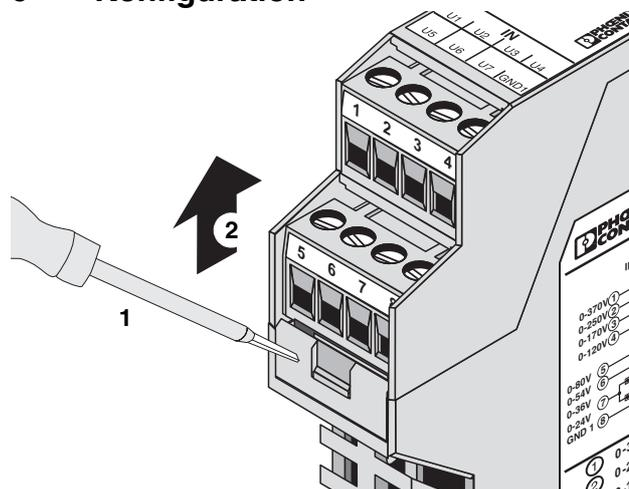

Bild 4 Gehäuse öffnen
- Entrasten Sie mit Hilfe eines Schraubendrehers die Verrastung des Gehäuseoberteils auf beiden Seiten (1). Gehäuseoberteil und Elektronik lassen sich nun etwa 3 cm herausziehen (2) (siehe Bild 4 auf Seite 6).